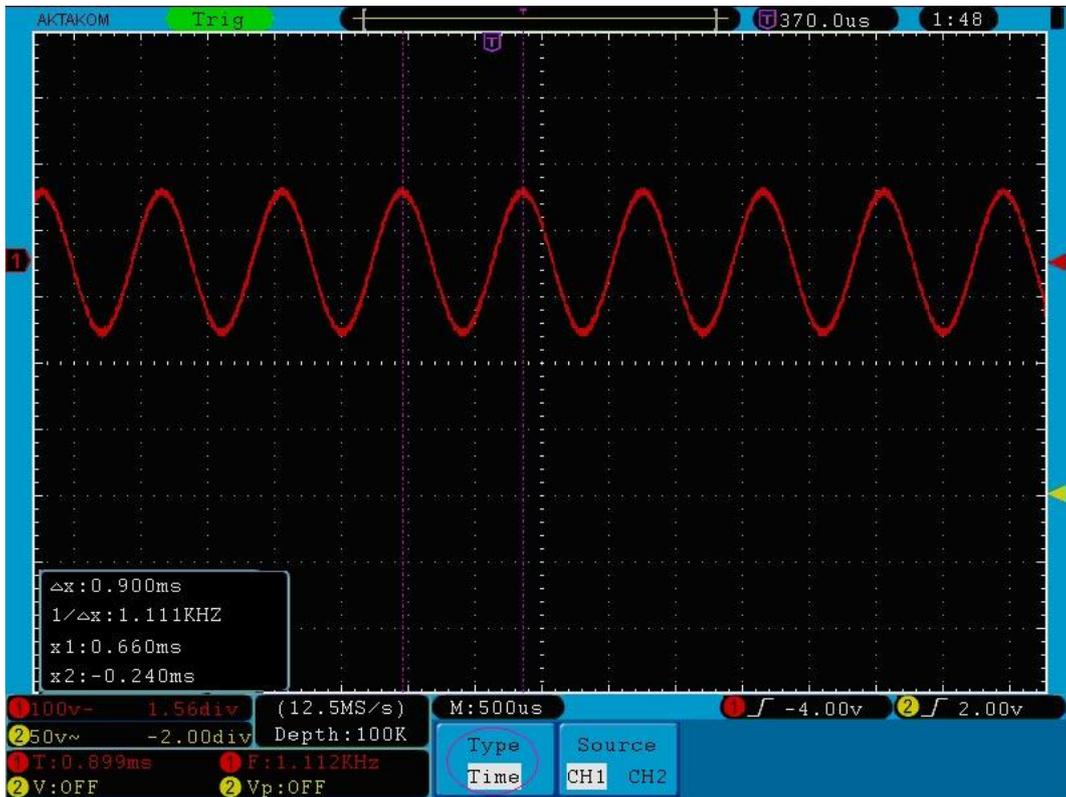

Рис. 65. Курсорные измерения в амплитудной области
6. Результат курсорных измерений отображается в отдельном окне в нижнем левом углу экрана (рис.65).